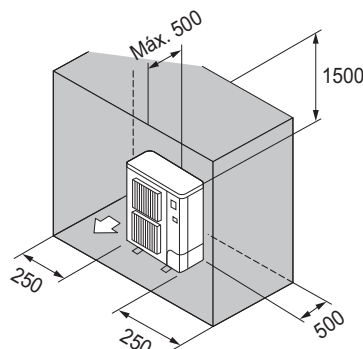

Fig. 3-10
⑥ Obstáculos apenas na parte de trás, nos lados e por cima (Fig. 3-10)